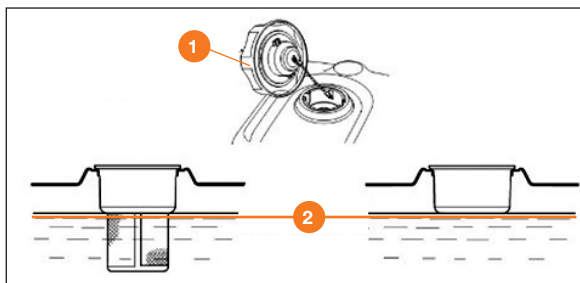

Рис. 36
- При низком уровне топлива долейте его до установленного уровня **2**. После заправки топливного бака надёжно затяните пробку заправочной горловины **1** (Рис. 36).